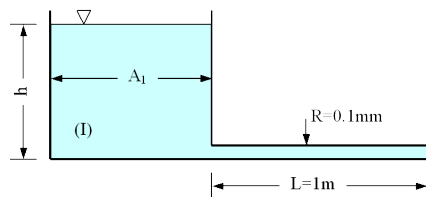

Figura 1
Un depósito (I) de área $A_1 = 0,01 \text{ m}^2$ lleno de agua hasta una cierta altura h descarga a través de un tubo de sección circular de radio $R = 0,1 \text{ mm}$ de manera que el agua circula por él a una velocidad media $v_0 = 0,1226 \text{ m/s}$ (figura 1). Calcular